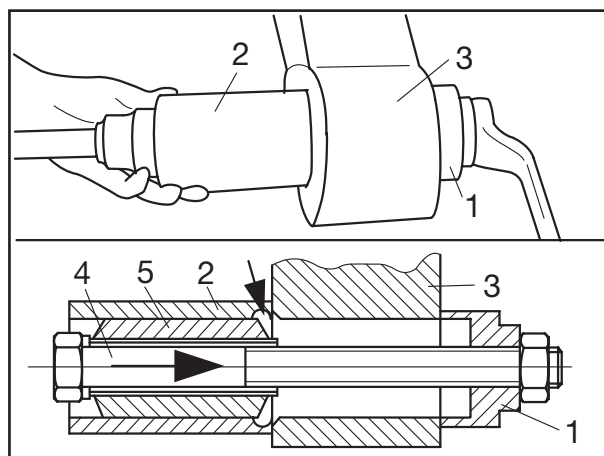

Рис. 14
- [24] Нанести на сайлентблок (рис. 14/5) снаружи мыльный водный раствор и вставить его в трубу (рис. 14/2).
- [25] Установить трубу так, чтобы внутренняя кольцевая канавка (рис. 14/стрелка) прилегала к стороне ушка рессоры с фаской (рис. 14/3). Вставить болт и насадить нажимной элемент (рис. 14/1). Навернуть гайку и втянуть сайлентблок в проушину рессоры.